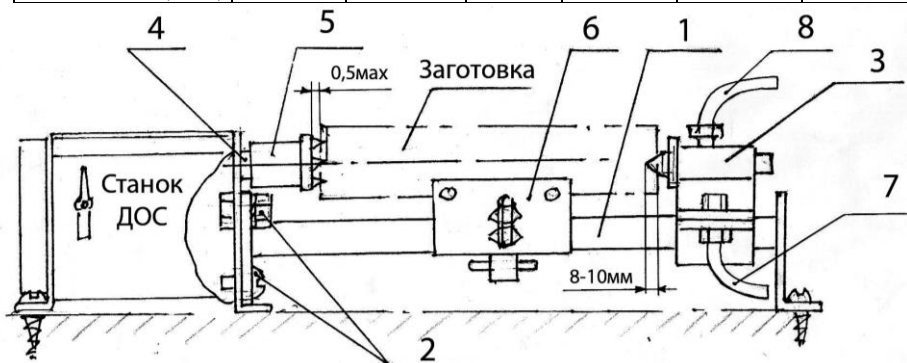

Рис. 12.
**4.8. Токарные операции** (см. Рис.12 и Инструкцию по установке токарной приставки ТП-5, ТП-6 к станкам типа ДОС).
- Установить токарную приставку (1), закрепив ее болтами (2) к боковым угольникам (или стенке) корпуса станка и выдерживая соосность «вал (4) - задний центр (3)»;
- Навернуть на вал (4) поводковый патрон (5) до упора. Зажать заготовку между поводковым патроном (5) и задним центром (3), надежно сцентрировав ее;
- Установить подвижный суппорт (6) в нужное положение;
- Опирая режущий инструмент о площадку суппорта (6) производить точение.